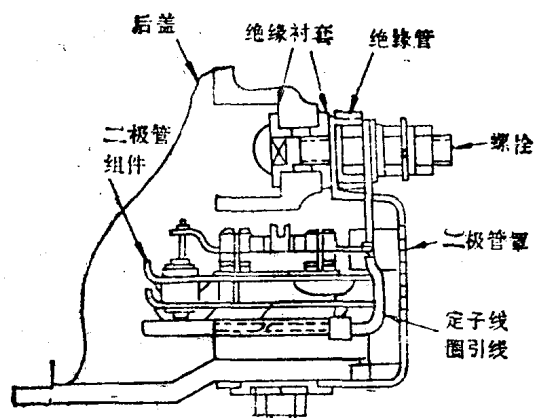

图 2-12 二极管安装图
①见图2-12所示的后盖上，安装元件板。然后，把定子线圈的各引线连到二极管组件的电极板上。